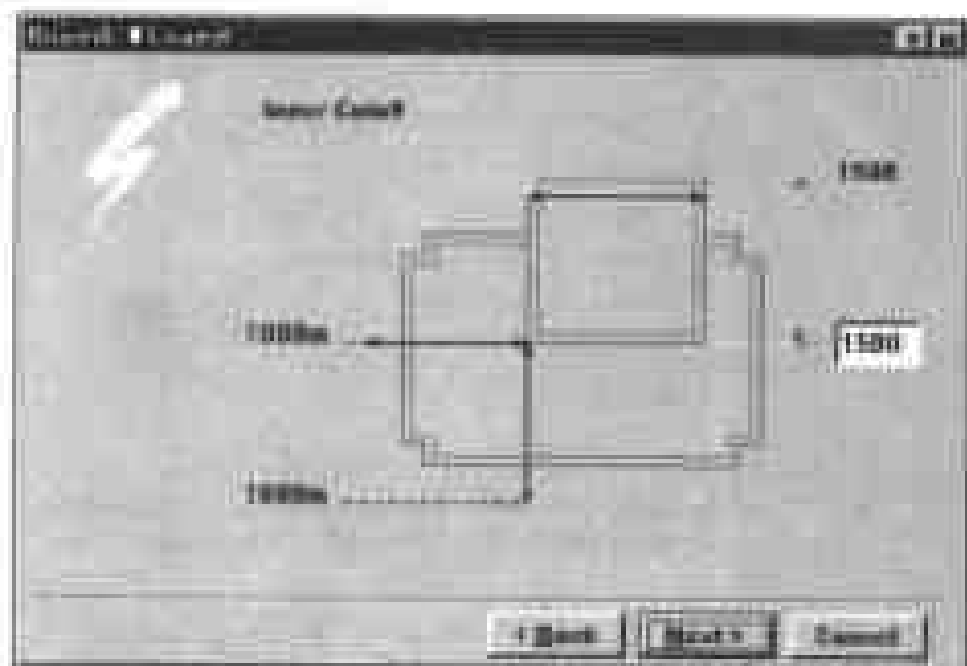

图 8-8 设置中间禁止区域的对话框
(8) 在该对话框中显示出了电路板边角缩进的示意图,缩进的部分可以放置钻孔,以便在实际应用中固定电路板。在对话框中将鼠标指向标出的尺寸,即可在标注尺寸的位置显示一个输入框,用户可以在其中输入数值,更改边角缩进的尺寸。本例中将各个尺寸改为 200,然后单击 Next 命令按钮,打开下一个对话框,如图 8-8 所示。
(9) 在此对话框中显示出了位于用户定义的电路板中间的一个方框,这是电路板中不允许放置元器件的区域。对话框左边的两个数值代表此区域中心点的位置坐标,右边